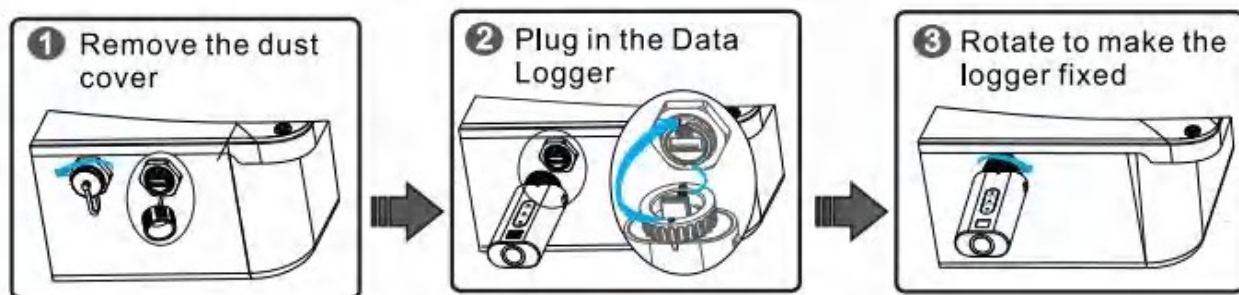

Figura 3-5 Installazione del raccoglitore di dati
1. Questo passaggio è valido solo nei casi in cui il raccoglitore di dati sia configurato. La Figura 3-5 illustra il metodo di installazione.